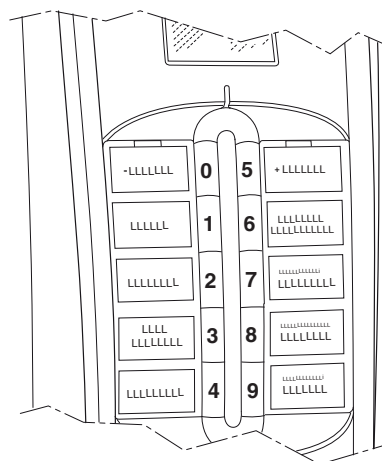

Fig. 12
- Tenere premuto il tasto numero 9 (vedi fig. 12) per due secondi.